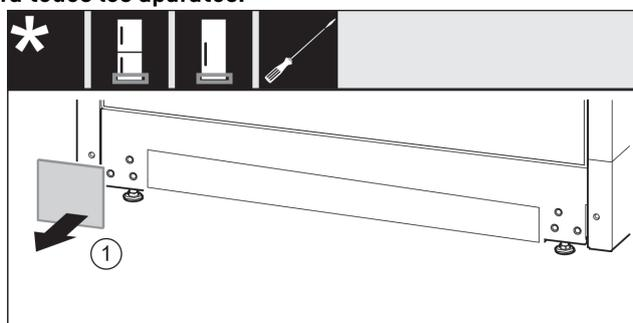

Fig. 15
- ▶ Retire la cubierta Fig. 15 (1).